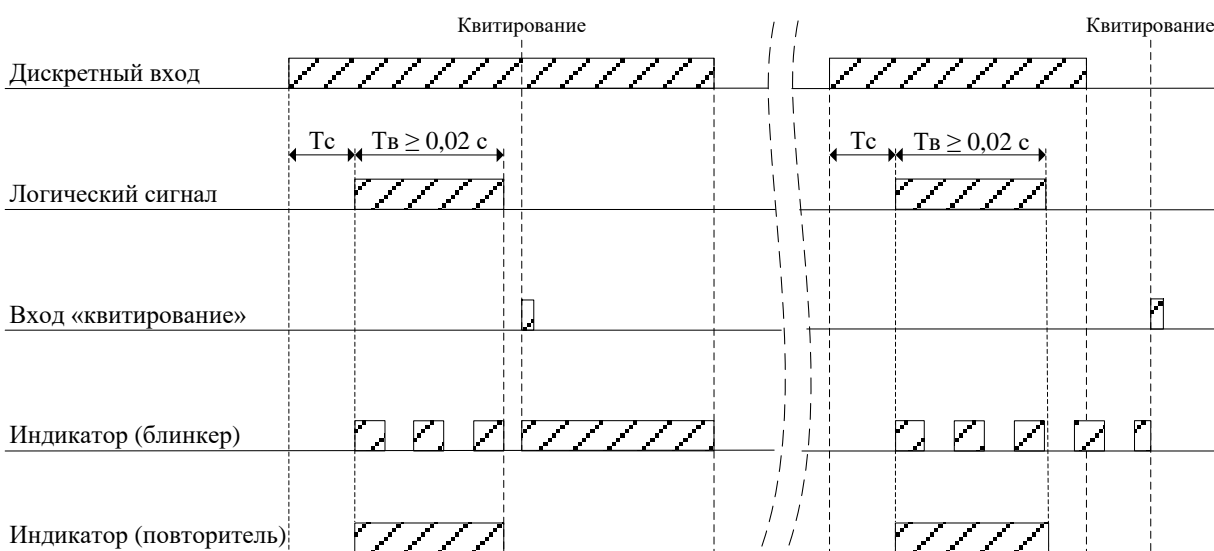

Рисунок 1.8 – Тип сигнала «ФРОНТ» и его квотирование
- импульсный с фиксацией на фронте импульса «ФРОНТ» (рисунок 1.8);